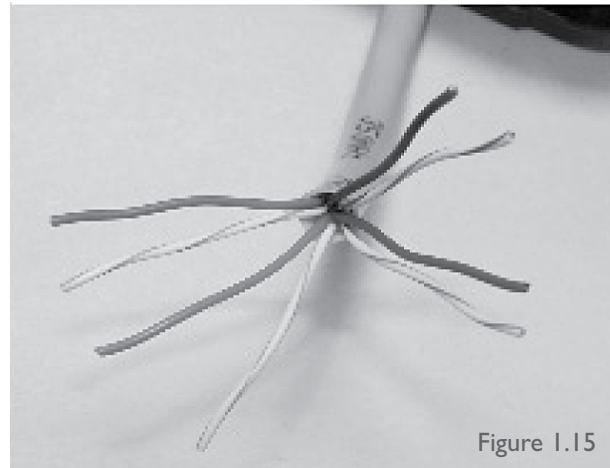

Figure 1.15
- e) Démêler les quatre paires et dénouer/lisser les nœuds (comme illustré à la Figure 1.15).